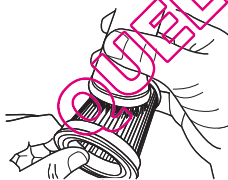

Abb. 22
7. Um den Lamellen-Zentralfilter gründlich trocken zu reinigen, setzen Sie den im Lieferumfang enthaltenen Möbelpinsel wie abgebildet ein (Abb. 22).